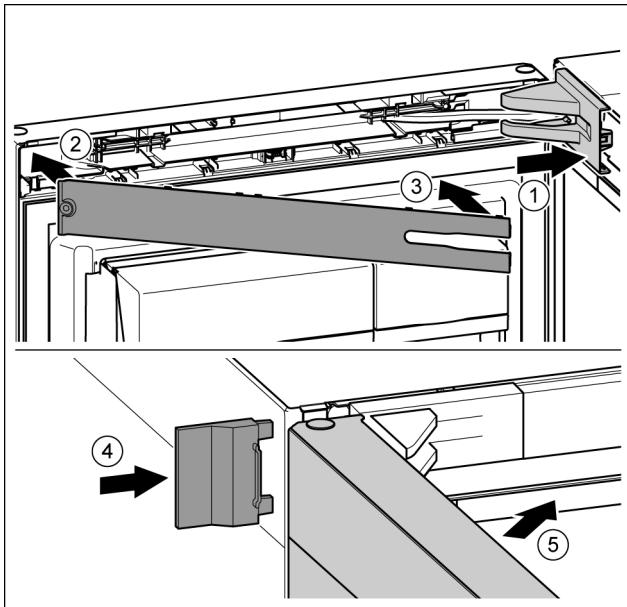

Fig. 26
- ▶ 放上并插入托架盖，如有必要小心地按压分开。Fig. 26 (1)
- ▶ 盖上隔板。Fig. 26 (2)
- ▶ 转入隔板并卡入到位。Fig. 26 (3)
- ▶ 插入外盖。Fig. 26 (4)
- ▶ 关闭冰箱上方门。Fig. 26 (5)